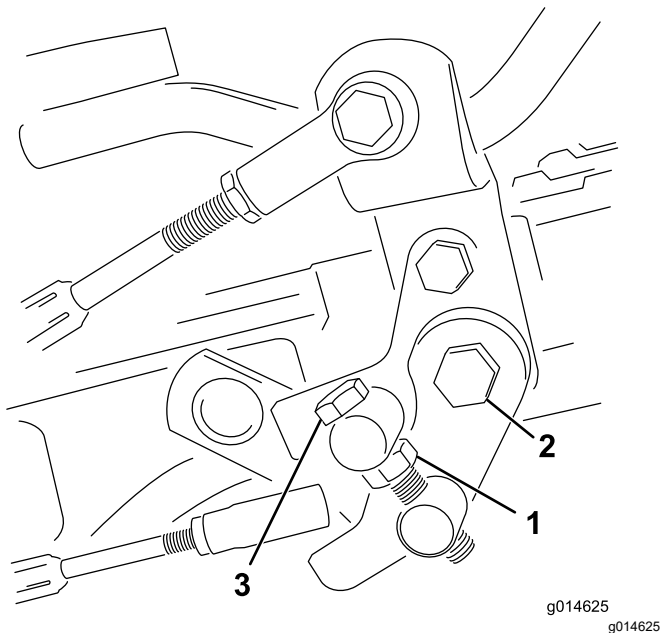

Figura 40
1. Afrouxe a contraporca no parafuso retificado (**Figura 40**).
4. Aperte a contraporca no parafuso retificado e a porca no pivô do pedal para travar o ajuste (**Figura 40**). Verifique o ajuste conforme necessário.